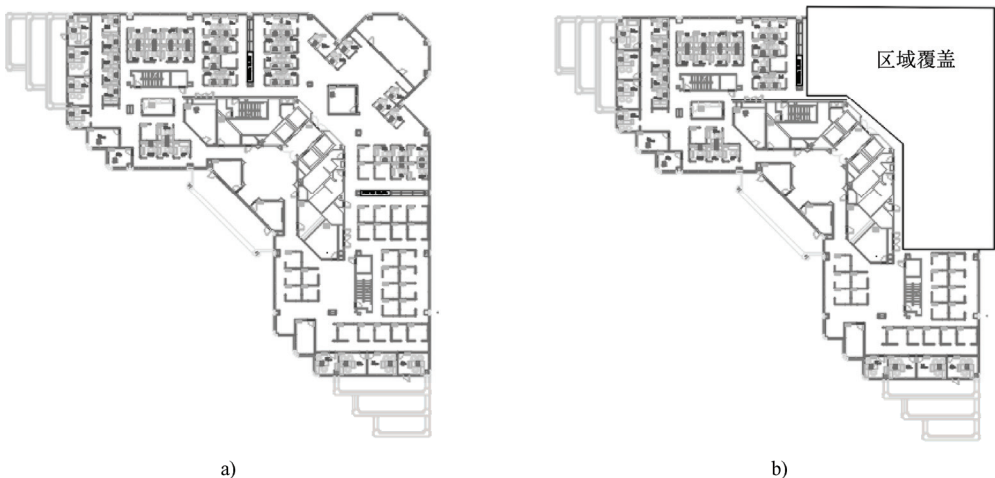

图 3-58 创建区域覆盖对象示例
要遮罩绘图区域，则在功能区“默认”选项卡的“绘图”面板中单击“区域覆盖”按钮，或者在“注释”选项卡的“标记”面板中单击“区域覆盖”按钮，接着在定义被屏蔽区域周边的点序列中指定点，也可以从“指定第一点或 [边框(F)/多段线(P)] <多段线>:”提示选项中选择“多段线 (P)”选项并单击要使用的现有多段线（该多段线必须闭合，仅包含线段且宽度为零），最后按〈Enter〉键结束命令。创建区域覆盖的典型示例如图 3-58 所示。